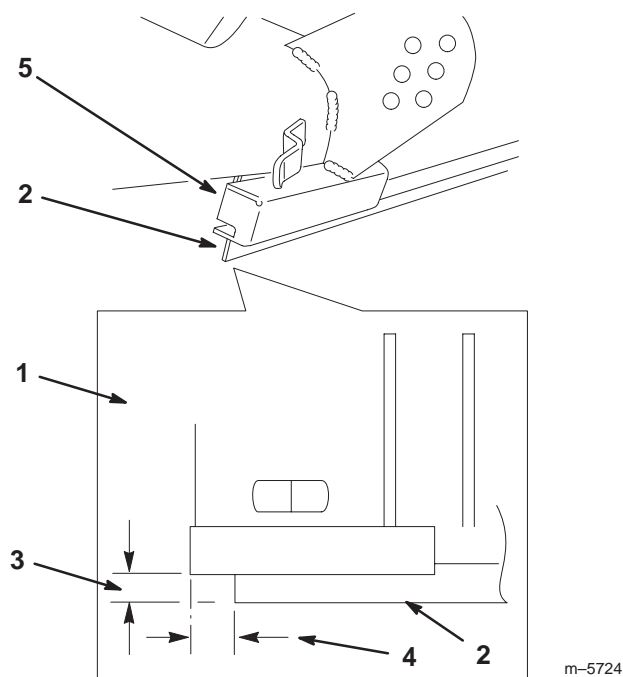

Figure 5
1. Placez le côté droit du déflecteur à l'intérieur de la tondeuse, 26 mm vers l'intérieur et 13 mm vers le bas par rapport à l'ouverture d'éjection latérale du plateau de coupe (Fig. 5).